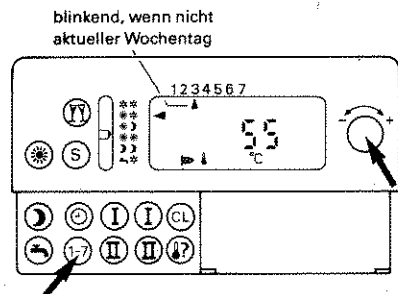

Abb. 15
1. Taste „1-7“ drücken, und gleichzeitig Einstell-Drehknopf „-↔+“ nach links oder rechts drehen bis „▲“ in der Anzeige auf „3“ (=Mittwoch) zeigt (Abb. 15).
1. Taste „1-7“ drücken, und gleichzeitig Einstell-Drehknopf „-↔+“ nach links oder rechts drehen bis „▲“ in der Anzeige auf „3“ (=Mittwoch) zeigt (Abb. 15 auf Seite 15).